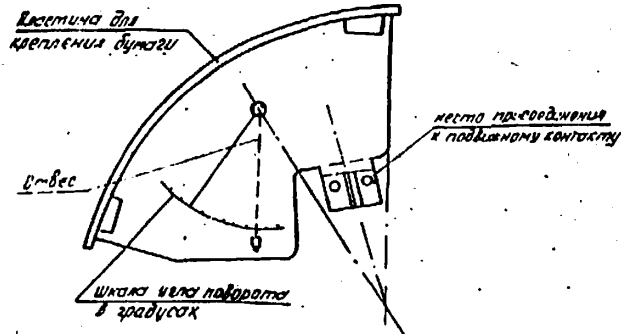

Рис. 15. Припособление для замера скорости и угла поворота контактного ножа
19.2. Замерить скоростные характеристики выключателя в момент размыкания и в момент замыкания дугогасительных контактов с помощью электромагнитного вибрографа и специального сектора. (сектор и пример определения скоростей по записанным виброграммам показаны на рис. 15, 16), для чего: